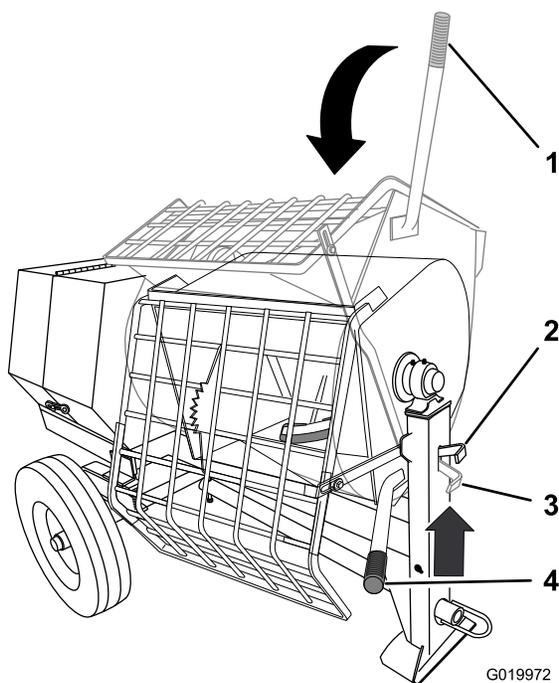

Figura 39
- Sujete la palanca de volteo con la mano izquierda (Figura 39).
- Levante la manija del pestillo del tambor (Figura 39).
- Con ambas manos en la palanca de volteo, gírela en sentido antihorario para descargar el contenido del tambor (Figura 39).
- Gire la palanca de volteo en sentido **horario** hasta que el pestillo del tambor bloquee el tambor en la posición vertical (Figura 39).